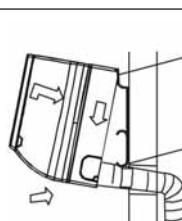

FIGURE 10
10. Placez la griffe supérieure située à l'arrière de l'unité intérieure sur le crochet supérieur de la plaque d'installation. Déplacez l'unité intérieure d'un côté à l'autre afin de vous assurer qu'elle soit montée de manière sûre. (Voir Figure 10).